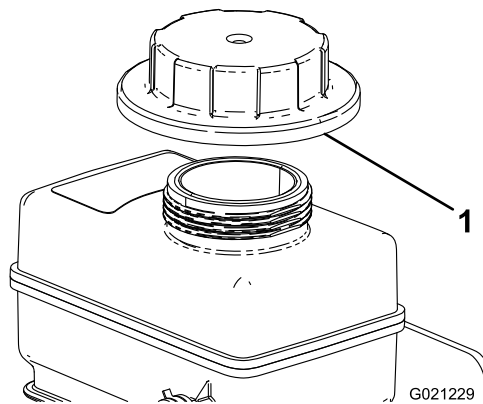

Figura 78
8. Rabboccate lentamente il serbatoio di riserva del refrigerante fino alla base del collo del bocchettone di riempimento (Figura 78).
9. Montate il tappo sul serbatoio di riserva del lubrificante (Figura 78).